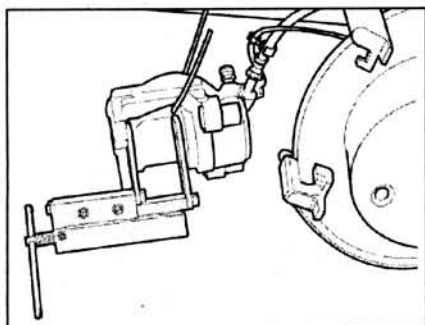

Рис. 7.14. Переместите внутрь поршень с помощью приспособления.
3. Переместите внутрь поршень с помощью приспособления (рис. 7.14).